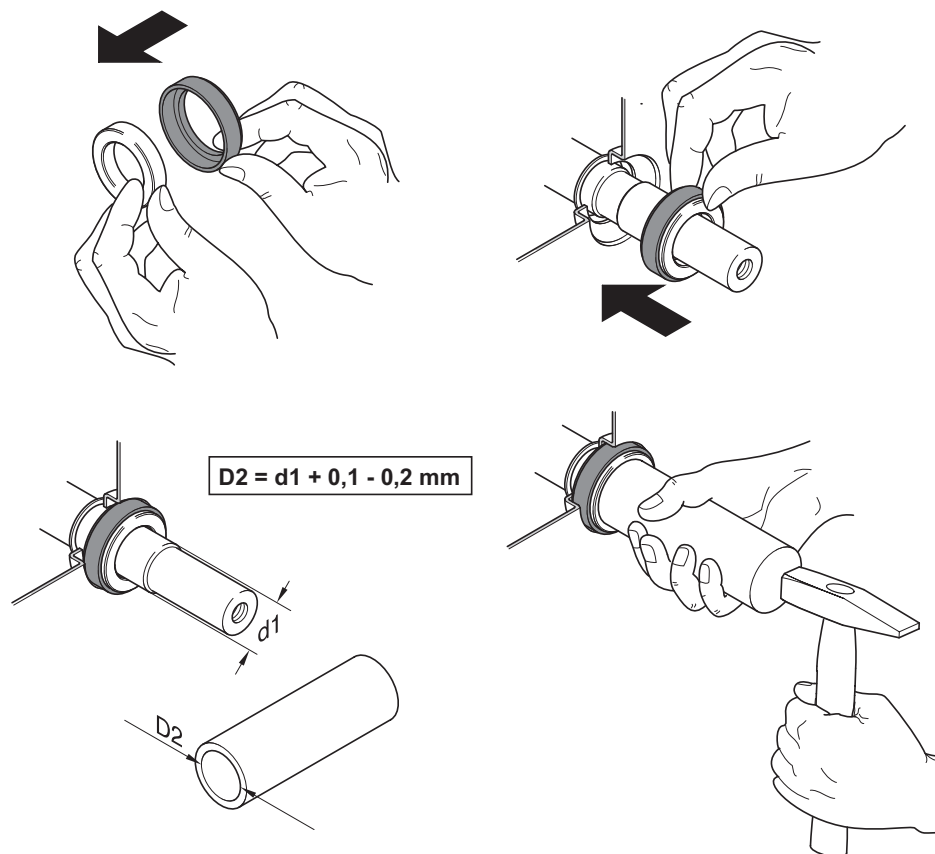

Fig. 13 Colocación del anillo fijo
Tengan un cuidado especial al colocar y apretar hasta el fondo la parte fija de la junta para que no se mueva. Para ello utilicen un tubo de plástico con las dimensiones adecuadas y con una superficie totalmente plana (ver Fig. 13). El diámetro interno debe ser aquel que le permita deslizarse hasta casi el extremo del eje; de este modo se evitará que se mueva y dañe las superficies de deslizamiento.
**NOTA** Aunque detallemos en la Fig. 13 cómo se coloca la junta de goma, normalmente ya viene montada con la parte fija.